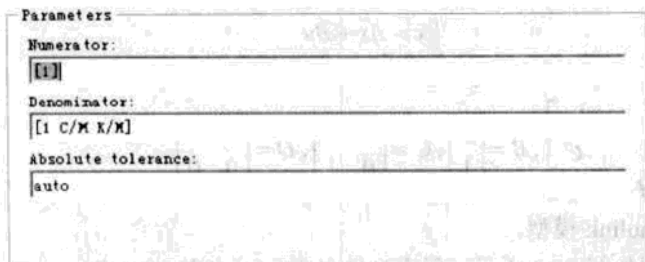

图 9.18 Transfer Fcn 模块参数设置
- 双击 Transfer Fcn 模块，在弹出参数对话框中，设置 Numerator 为 [1]，Denominator 为 [1 C/M K/M]，如图 9.18 所示，单击 OK 按钮。